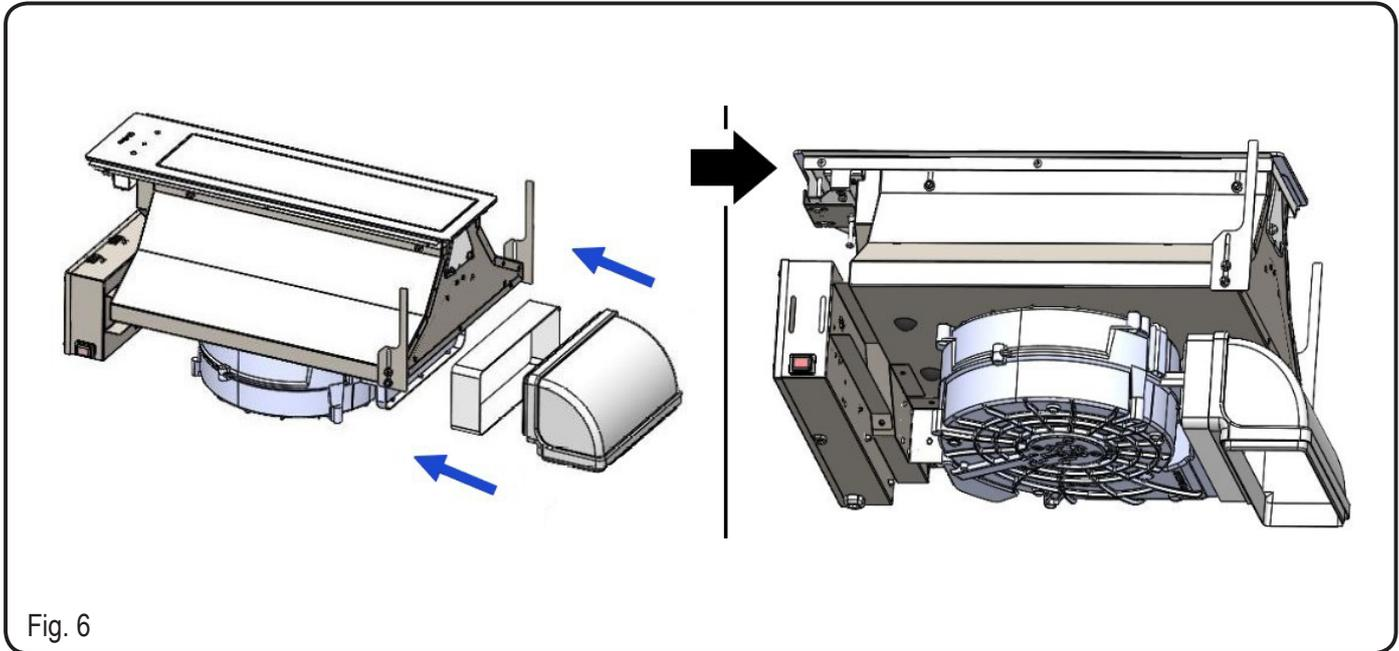

Fig. 6
6. Positioner emhætten og udluftningskanalen. Fortsæt monteringen af udluftningskanalen (medfølger ikke). (fig.6)